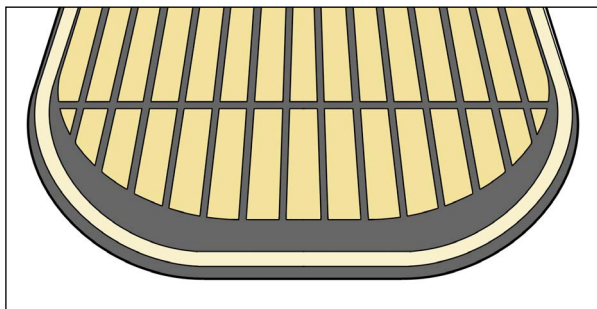

Fig. 1
3. Aligner le nouveau liner en veillant à bien couvrir le logo supérieur (Fig. 1). Chaque bord doit se situer à environ 7,24 mm (0,285 po.) du bord extérieur du dispositif.